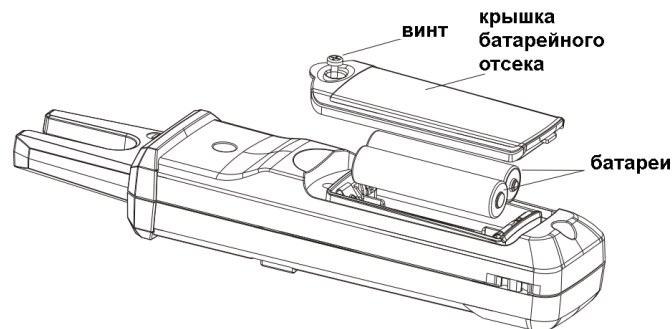

Рисунок 5
11.2. Замена батареи (см. рисунок 5).